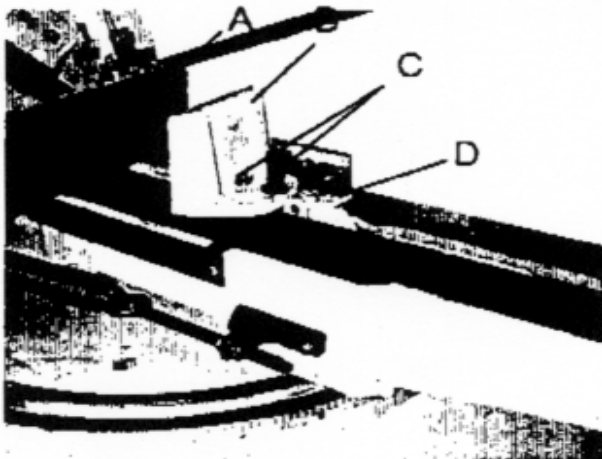

Fig. 25
1. Lösen der Spannschrauben (C Fig.25).
2. Nun ist die flexible Spannbacke (B Fig.25) einstellbar.
3. Die Spannbacke (B Fig.25) an die feste Spannbacke (A Fig.25) stellen, so dass diese genau zu-
4. Die Spannschrauben (C Fig. 25) festziehen.
1. Die Sperrklinke (D Fig.25) lösen.